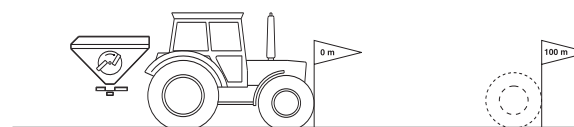

Fig. 23
1. Mål en strækning på nøjagtigt 100 m på marken. Strækningens start- og slutpunkt markeres (Fig. 23).